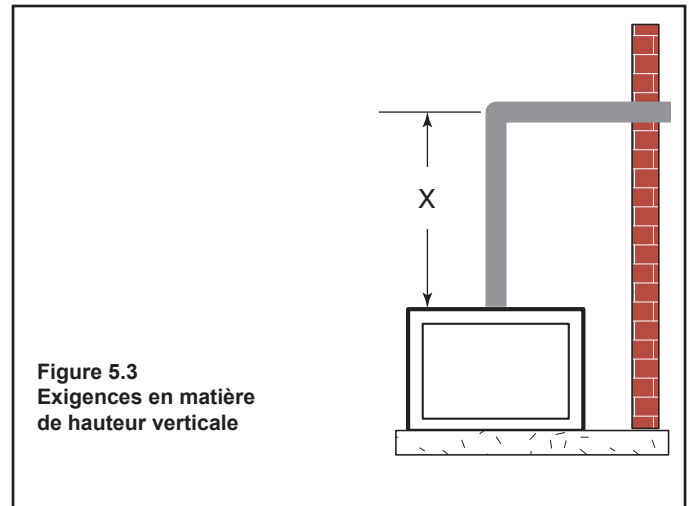

Figure 5.3 Exigences en matière de hauteur verticale
Mettez le foyer en place. Mesurez la hauteur verticale (X) nécessaire entre la base des buses et le centre de l'ouverture murale. Voir la figure 5.3.